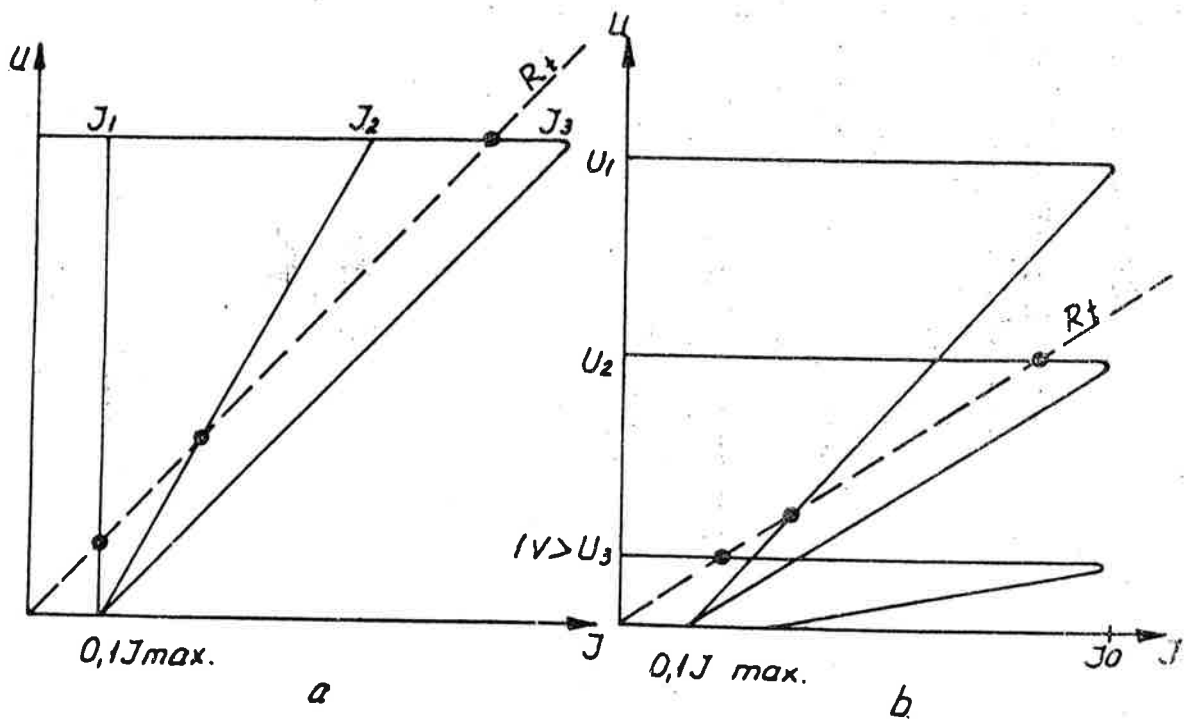

Fig. 3.
- Fig. 3. feszültség-áram diagram
Kimeneti feszültség-áram diagramot mutat a Fig. 3. különböző beállított feszültség (Fig. 3/a) és maximális áram (Fig. 3/b) esetén.